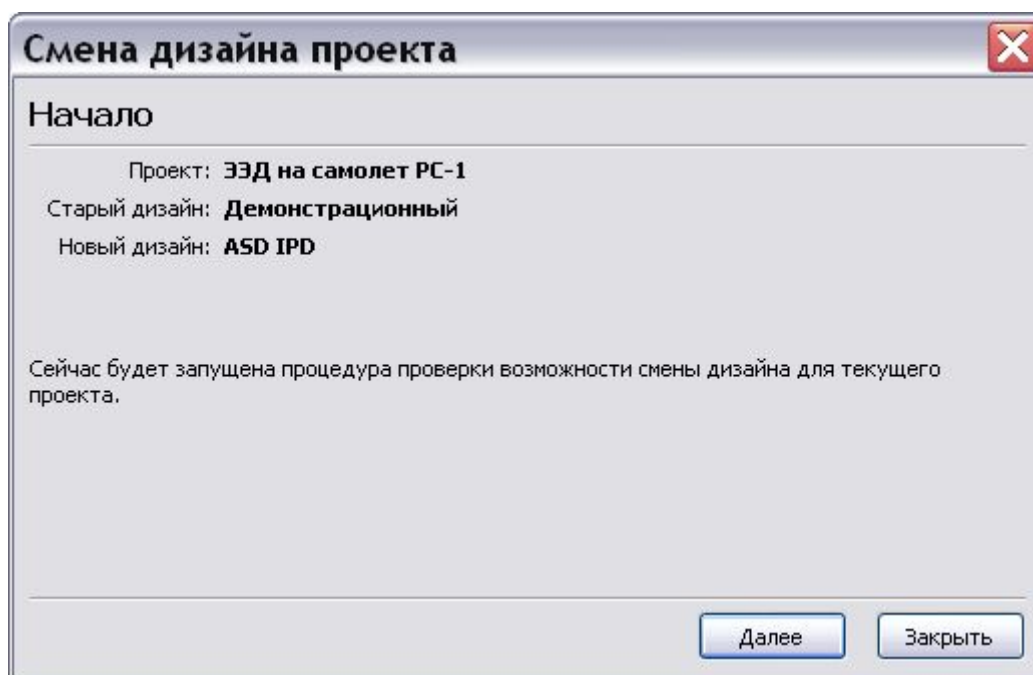

Рис. 2.38
5. Нажмите кнопку **Готово**. После этого откроется диалоговое окно **Смена дизайна проекта/Начало** (Рис. 2.38).